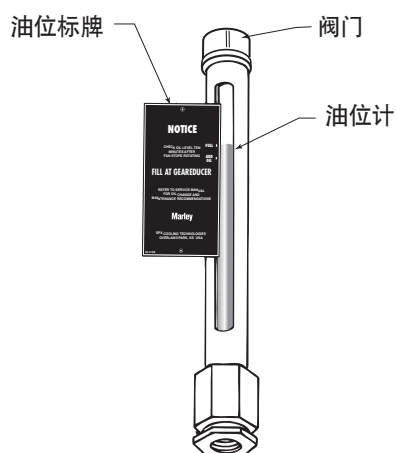

图 5 油位计装配
1. 从减速机检查截留板的开口处注入机油，直到油位达到减速机外壳和油位计上的“满油位”标记处。请参见图 4 和图 5。插上油销。
每次更换机油时都应检查油位标牌位置。标牌上的“满油位”标记必须与减速机外壳侧面上的“满油位”箭头平齐。请参见图 4 和图 5。